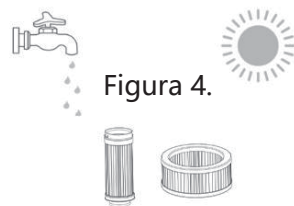

Figura 4.
Inserire l'accessorio sull'ingresso dell'aria del corpo principale e/o sul tubo finché non scatta in posizione. Figura 4.
5. Pulire i filtri schiacciandoli o lavandoli con acqua e attendere che si asciughino completamente e naturalmente. Figura 4